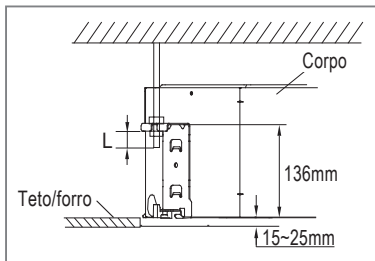

FIG. 14
- h) Ajuste a posição da unidade para garantir um espaçamento por igual entre e os lados e o teto/forro. A parte inferior da unidade deve ter uma diferença de altura entre 15 mm e 25 mm (Fig. 14) em relação ao teto.